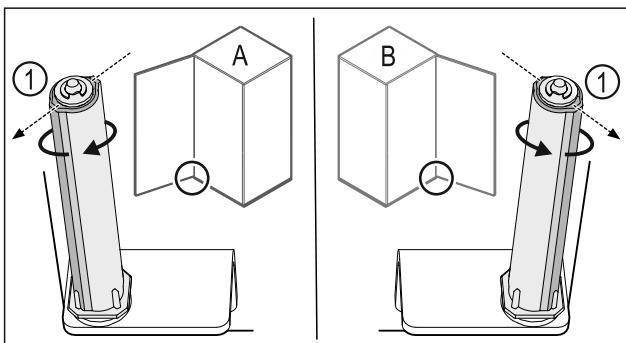

Fig. 38 Atidarymas į kairę (A) / atidarymas į dešinę (B)
- Sukite uždarymo sistemą, įveikdami pasipriešinimą, kol uždarymo sistemos pertvara Fig. 38 (1) bus nukreipta į išorę.